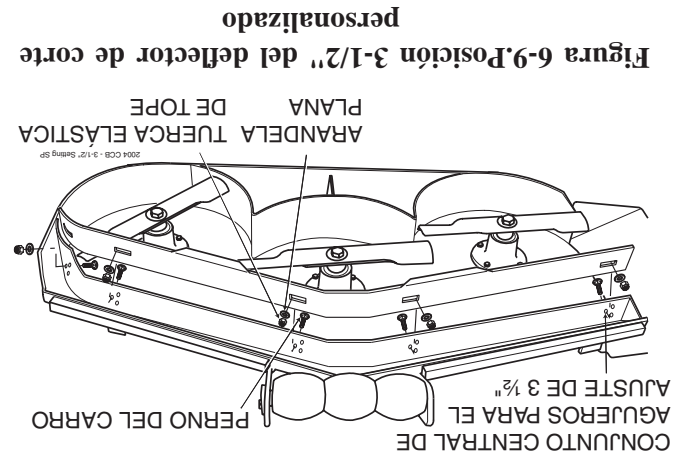

Figura 6-9. Posición 3-1/2" del deflector de corte personalizado
- B. Posición 3-1/2" (ajuste de fábrica) - el deflector se instala usando el conjunto central de agujeros en el deflector frontal soldado dentro de la plataforma de corte. (Vea la Figura 6.9). Para cortes de propósito general, coloque el deflector de corte personalizado en la posición de 3-1/2". Esto le da la mejor combinación de desempeño de corte en todos los tipos de césped.